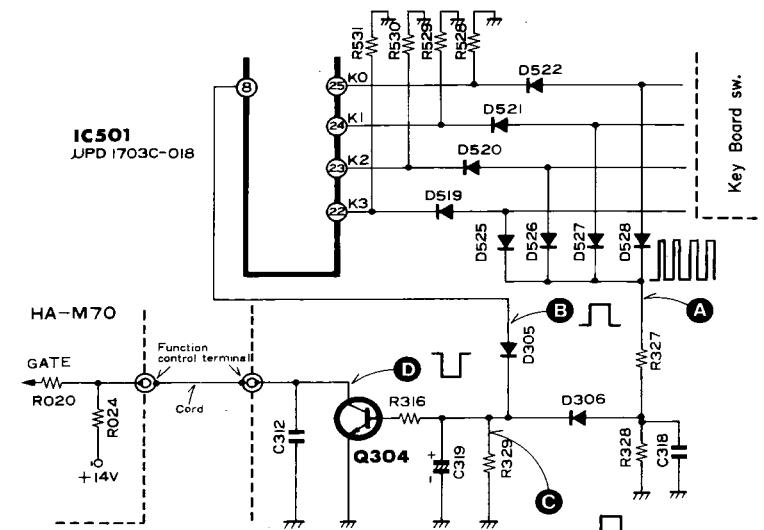

Fig. 9 Function control circuit
• One-touch system (Function Control Circuit) (Fig. 9)
• Système à une touche (Circuit de commande de fonction) (Fig. 9)